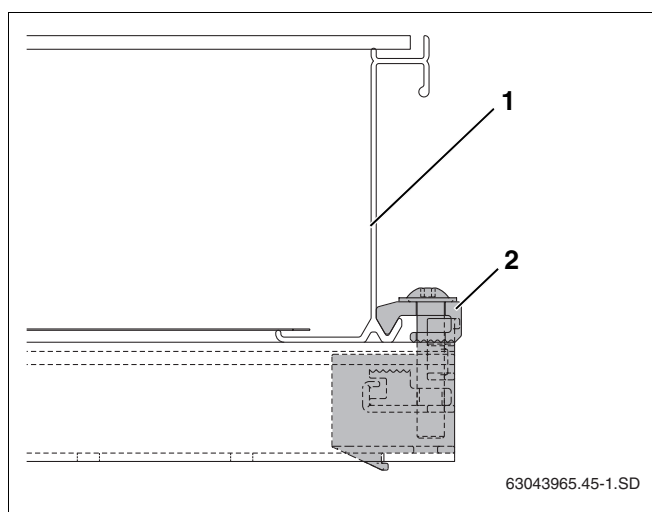

Fig. 45 Tensor unilateral del colector atornillado
- ▶ Deslice el colector (fig. 45, **pos. 1**) con cuidado hasta el tensor unilateral del colector y sitúelo en posición horizontal.
- ▶ Atornille el tensor unilateral del colector con la llave de tamaño 5 (fig. 45, **pos. 2**).
El elemento de sujeción (fig. 45, **pos. 2**) del tensor del colector queda enganchado en el borde inferior del colector.